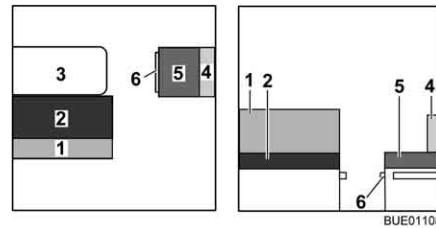

Fig. 124 Prima della trasformazione
- Trasformare il tavolo (Fig. 124,3) in struttura di supporto letto (vedi paragrafo 6.10).
- Rimuovere il cuscino dello schienale (Fig. 124,1) e riporlo.
- Togliere il cuscino dello schienale (Fig. 124,4) e il cuscino del divano (Fig. 124,5) e riporli di lato.